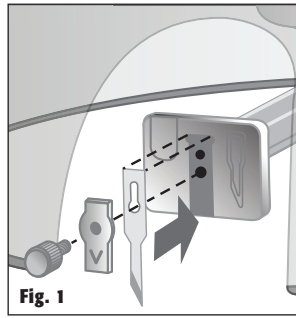

Fig. 1
- Replacer le couvre-lame (flèche pointant vers le bas) et fixer à nouveau la molette de support de lame (Figure 1). Replacer à présent la verge de découpe calibrée lorsque celle-ci a été retirée.